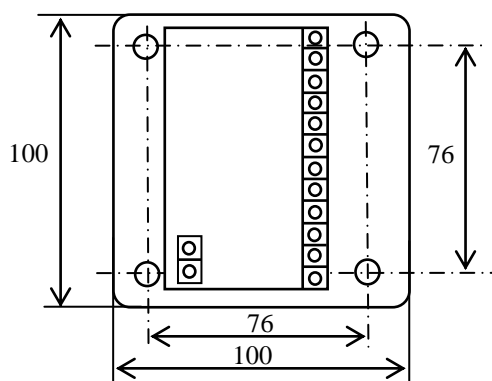

Рис.1. Габаритные и установочные размеры модуля.
6.1.2. Габаритные и установочные размеры модуля показаны на рис.1, принципиальные схемы подключения - на рис.2.